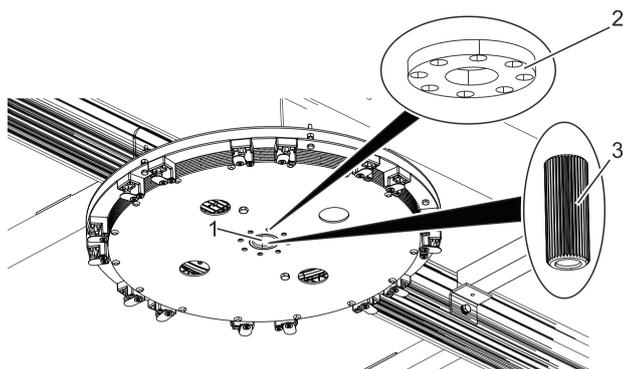
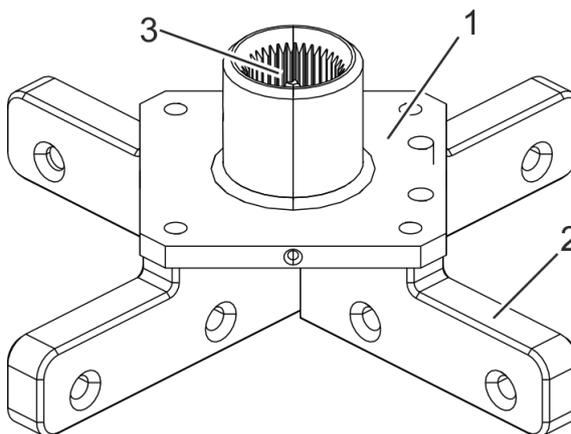

Рис. 72 Установочная шайба
Рис. 73 Верхняя крестовина с опорной пластиной
1. Установить поставляемую установочную шайбу (рис. 72/2) на головки винтов в отверстия на нижней стороне привода (рис. 72/1) в соответствии со следующей таблицей.
2. Зафиксировать опорную пластину (рис. 73/1) на верхней крестовине (рис. 73/2), как показано на рис. 73.
3. Подвесить верхнюю крестовину (рис. 73/2) с помощью по меньшей мере 2 крепежных ремней в конструкции потолка под центром привода (рис. 72/1).
4. Обезжирить лицевую поверхность зубчатого вала (рис. 72/3) и прикрепить «липучку».
Аккуратно переместить зубчатый вал (рис. 72/3) сверху через центр привода (рис. 72/1) в монтажное отверстие (рис. 72/1) в верхней крестовине. Смазать зубья зубчатого вала при его вставке.